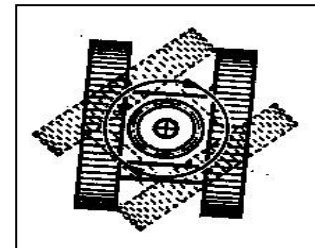

FIG. 4-10
b) Giro a la derecha (como en la FIG. 4-10): Tire de la palanca derecha hacia atrás y de la palanca izquierda hacia delante.